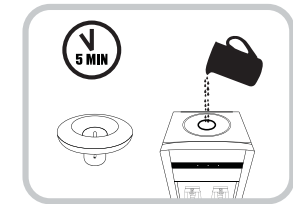

Fig. 2
3. Llene el tanque de agua con agua de grifo hasta que esté lleno hasta al menos 1 pulgada por encima del Embudo de Agua Caliente. Permita que el agua se asiente en los tanques de agua caliente y fría por lo menos 5 minutos. (Fig. 2)